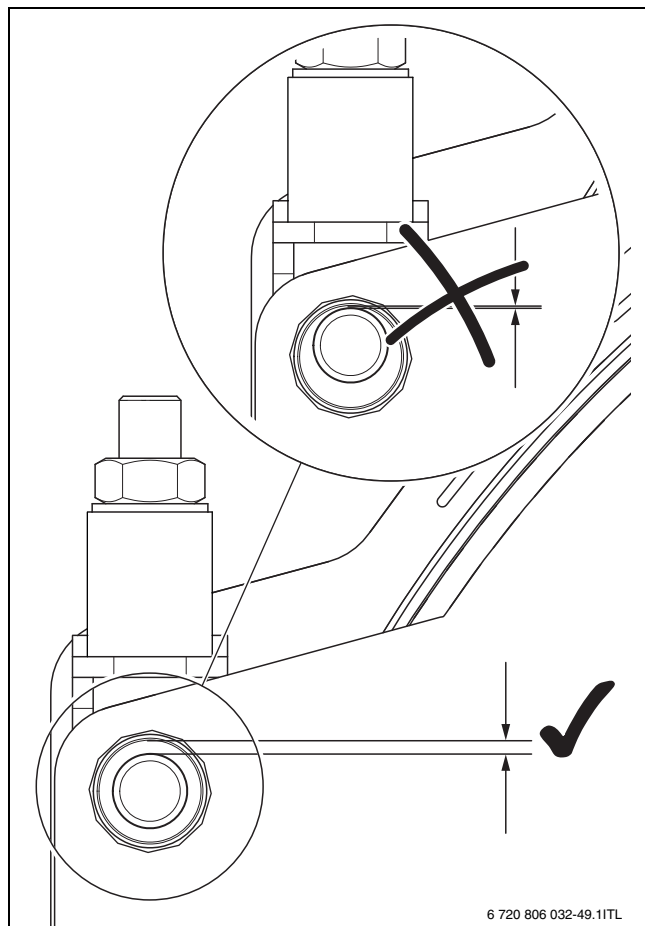

Рис. 19 Положение двери горелки и оси шарнира
- ▶ Левая сторона: опустите шарниры, отвернув гайку [2] на 2 - 3 оборота. Дверь больше не может лежать на осях шарнира двери [4] (→ рис. 19). Правая сторона: поверните стопорную гайку [3] на 2 - 3 оборота в направлении двери горелки. Таким образом дверь сдвигается от котла. Между дверью горелки и котлом должен быть зазор не менее 5 мм, чтобы не повредились уплотнения.